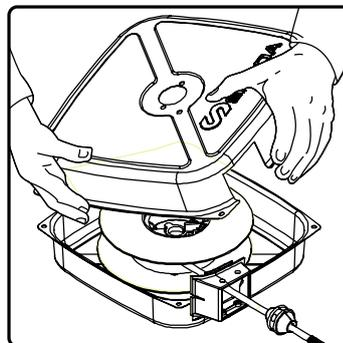
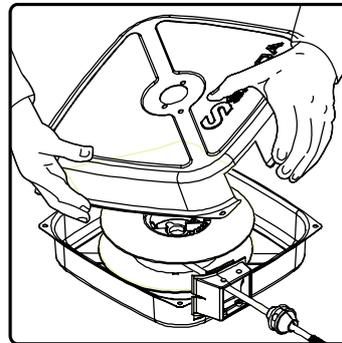

fig. 4c
fig. 5c
3. Unscrew the four screws that hold the two covers together and remove the covers and the rollers support (fig 4c and fig 5c).
3. Dévisser les 4 vis qui tiennent les deux carcasses et retirer ces dernières ainsi que le support des galets (voir figure 4c et figure 5c).
3. Die 4 Schrauben, die die Deckel verbinden, lösen und Deckel mit Halter entfernen (Bild 4c und 5c).